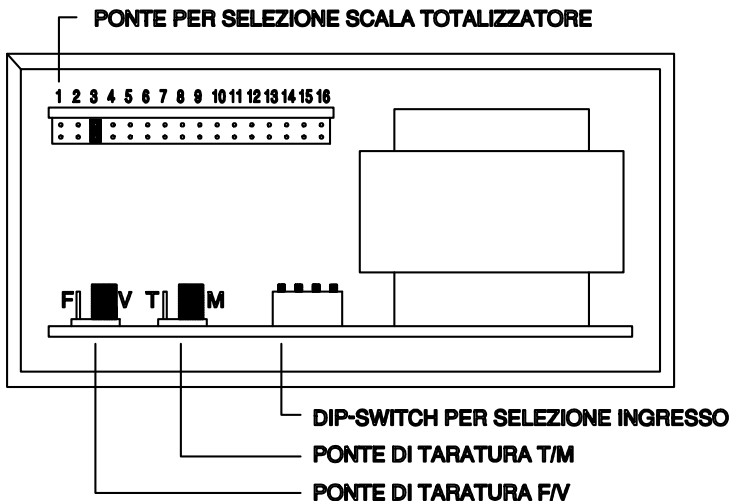

Fig. 1
Il TIPO DI INGRESSO viene selezionato tramite i 4 DIP-switch indicati in fig. 1 - pag. 3. I DIP-switch dovranno essere disposti come indicato nella tabella seguente:
- inserire il ponticello di selezione N del cambio-scala (vedi fig. 1 - pag. 3) nella posizione corrispondente alla scala che comprende il numero P, come indicato nella tabella seguente :
- spostare il PONTE DI SELEZIONE T/M in posizione T (vedi fig. 1 - pag. 3)
- spostare il PONTE DI SELEZIONE F/V in posizione V (vedi fig. 1 - pag. 3)
- controllare che il PONTE DI SELEZIONE T/M sia in posizione M (vedi fig. 1 - pag. 3).
- spostare il PONTE DI SELEZIONE F/V in posizione F (vedi fig. 1 - pag. 3).